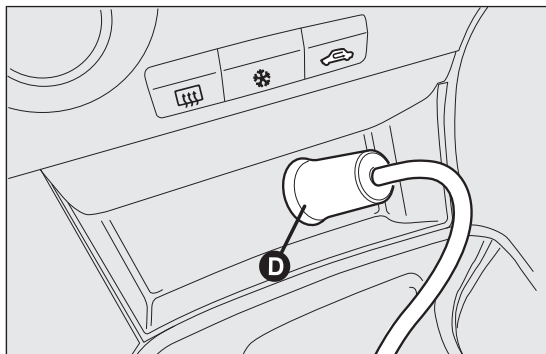
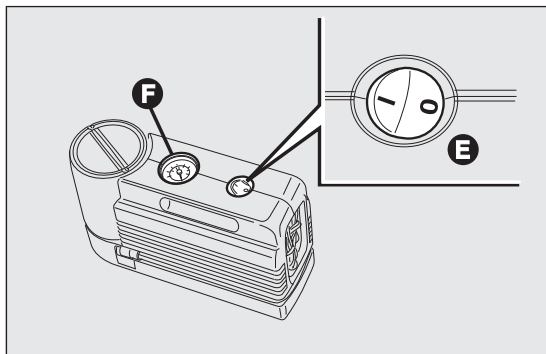

fig. 135
fig. 136
- ☐ asegurarse de que el interruptor E fig. 136 del compresor esté en posición 0 (apagado), poner en marcha el motor, conectar el enchufe D fig. 135 en la toma del encendedor y accionar el compresor colocando el interruptor E fig. 136 en la posición I (encendido). Inflar el neumático a la presión indicada en el apartado "Presiones de
inflado en frío", en el capítulo "Datos técnicos". Para obtener una lectura más precisa, se recomienda controlar el valor de la presión en el manómetro F fig. 136 con el compresor apagado;